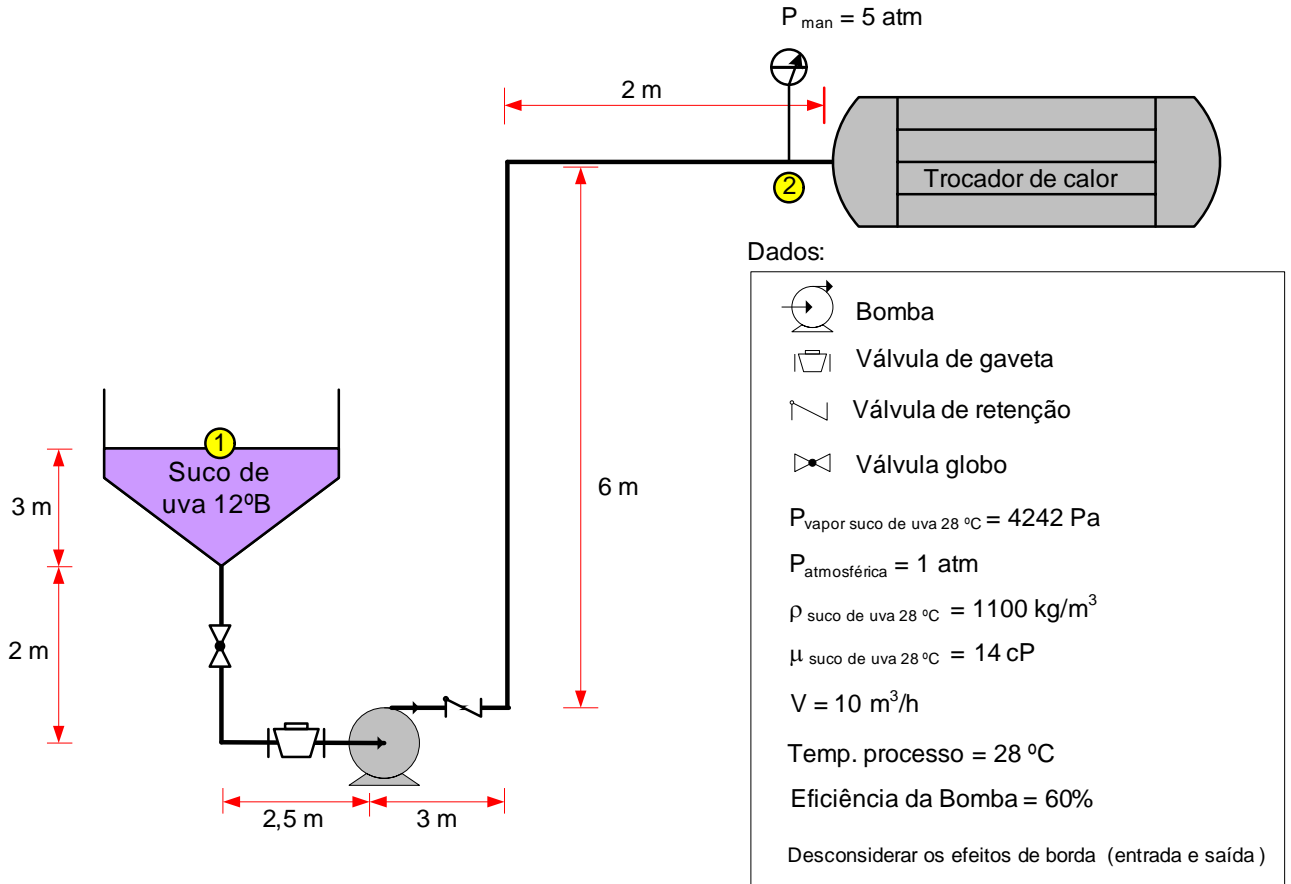

Figura 1
(1) Considerando o sistema mostrado na Figura 1: